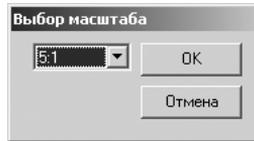

Рис. 4.63. Диалоговое окно **Масштаб вида**
- щелкните в диалоговом окне **Параметры построения** по кнопке **Масштаб вида**. Появится соответствующее диалоговое окно **Масштаб вида**, см. рис. 4.63;